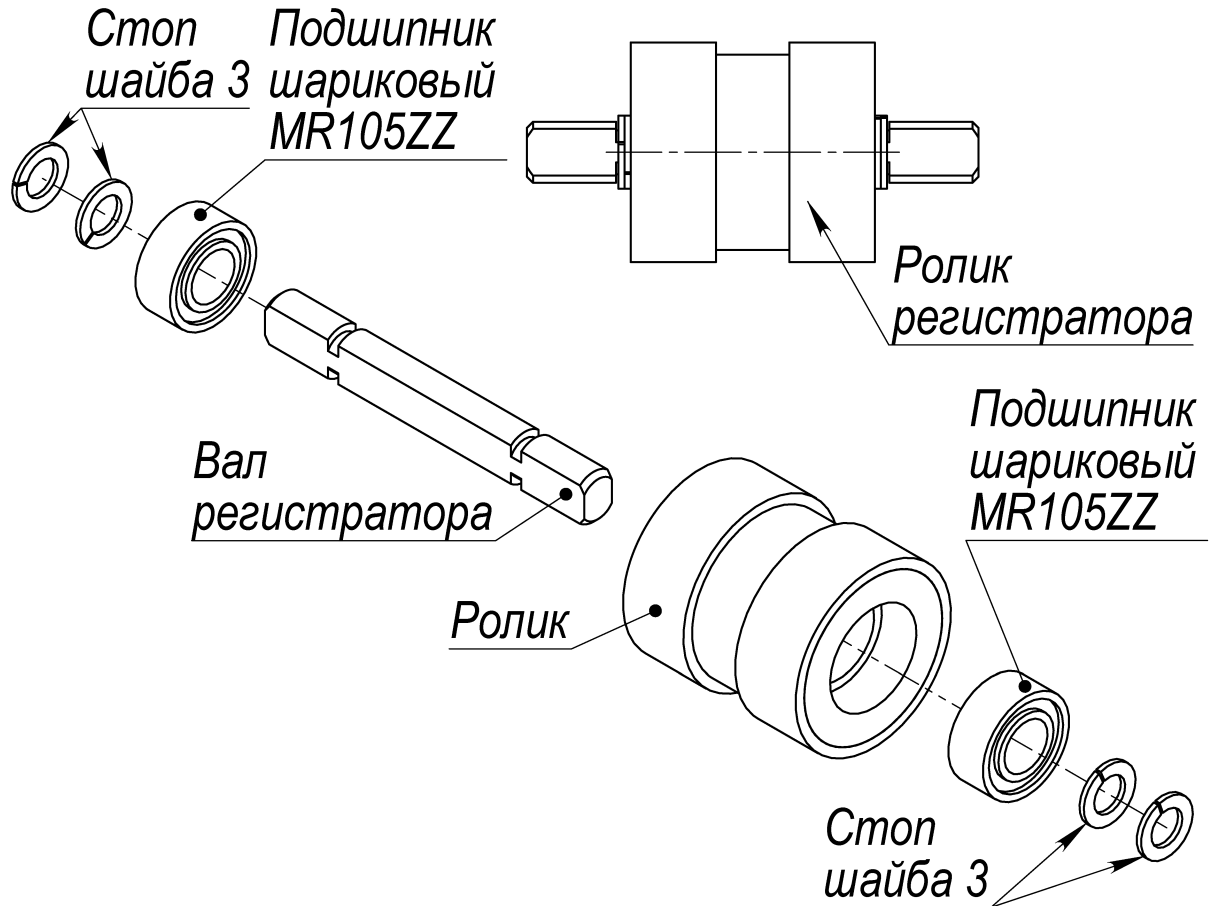

Рис. 129
8.33.1 Снять стоп шайбы 3 W0001 с вала регистратора, извлечь подшипники MR105ZZ, снять ролик (см. Рис. 129).